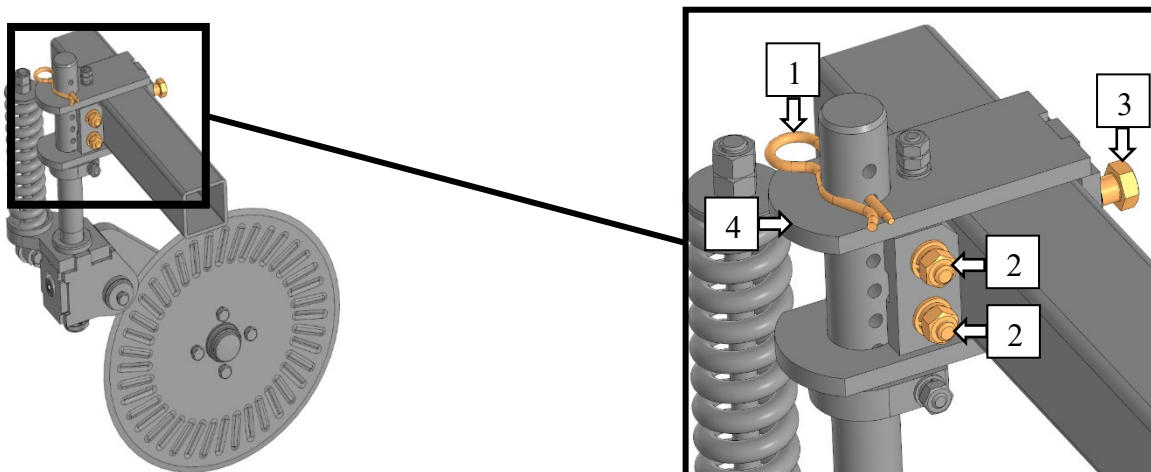

Рисунок 76 – Фиксация турбоножа
1. Извлечь шплинт (1) и установить его в отверстие, выше кронштейна (4) (это необходимо для того, чтобы исключить падение стойки турбоножа), рис. 76. Ослабить затяжку болтов (2) и (3), рис. 76.